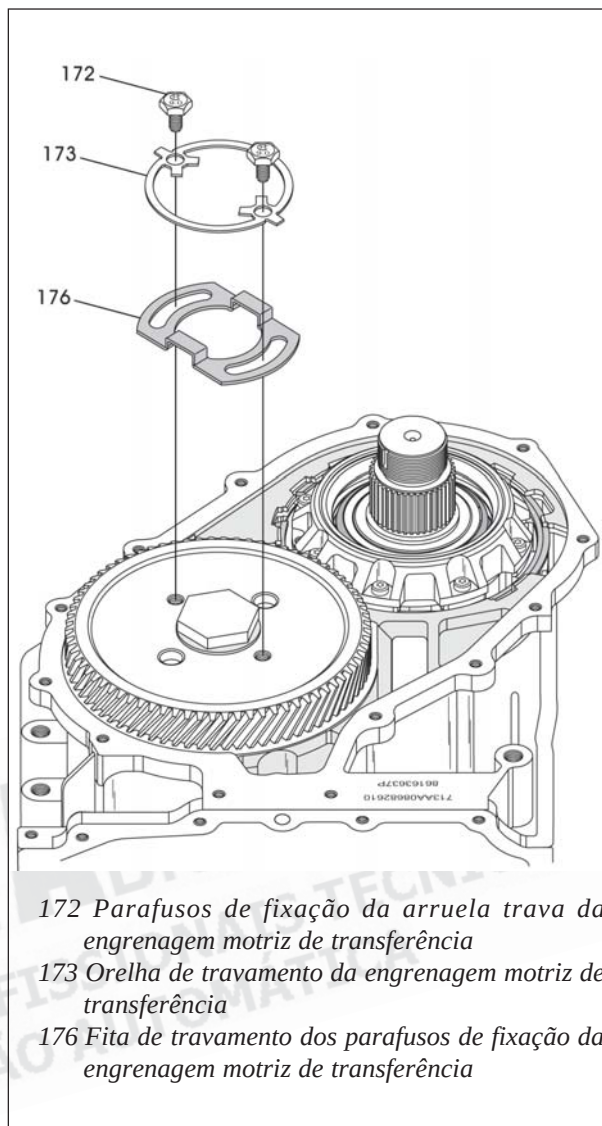

Figura 235
12. Instale a fita de travamento dos parafusos da engrenagem motriz de transferência, conforme mostra a figura 235.
13. Instale a arruela de orelha trava da engrenagem motriz de transferência, conforme mostra ainda a figura 235.